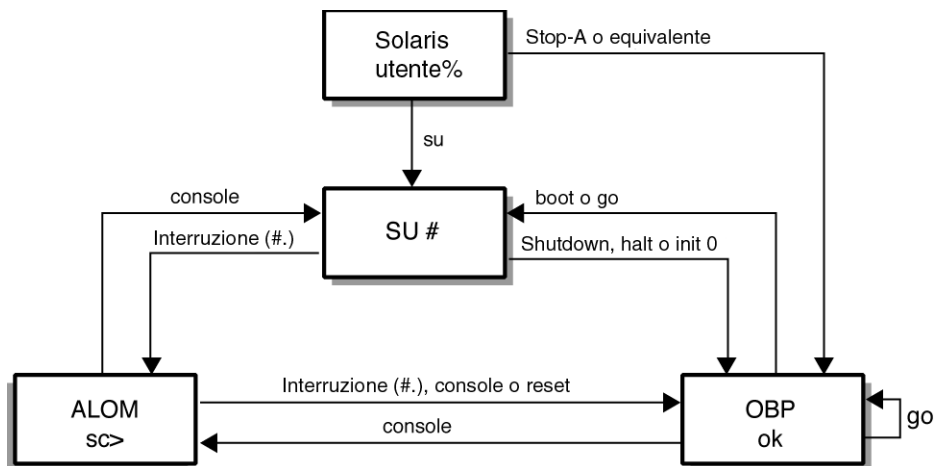

FIGURA 1-1 Diagramma di flusso dei prompt
- FIGURA 1-1 Diagramma di flusso dei prompt 2
La FIGURA 1-1 illustra il rapporto tra i tre prompt e spiega come passare da uno all'altro.